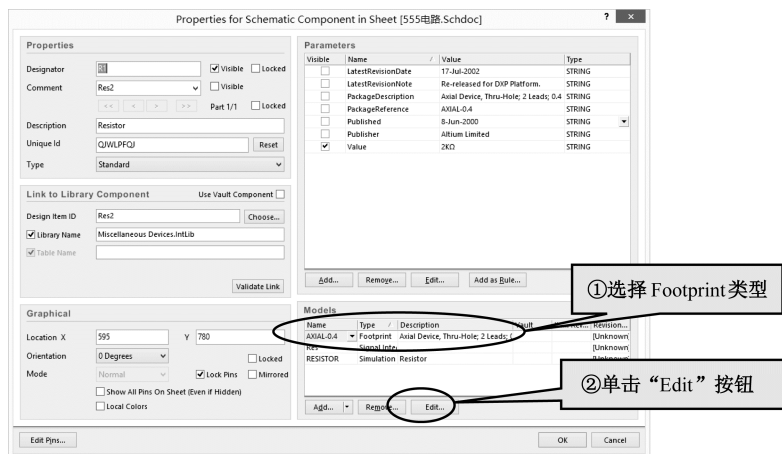

图 3.1.2 元件属性对话框
(1) 加载元件库：确保当前加载的元件库为：Miscellaneous Devices.IntLib。
(2) 为元件添加封装：打开原理图，双击电阻 R1，弹出该元件的属性对话框，如图 3.1.2 所示。在右下方的“Type”中选择 Footprint 类型，然后在前面的“Name”列表框中可以选择相应的元件封装类型。